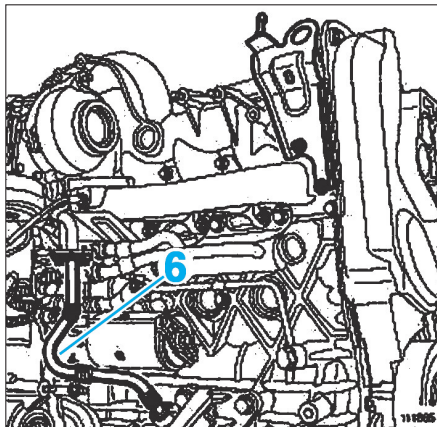

FIG. 7
- le tuyau de retour d'huile du turbocompresseur (6) (Fig.7).